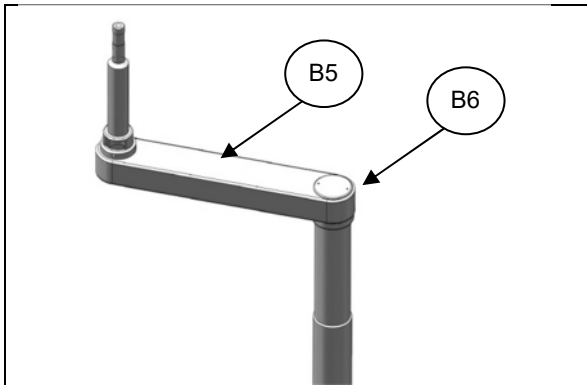

Fig.1
1. Quitar Tapa superior roscada B6, del Brazo acodado B5 y reservar (Fig.1)